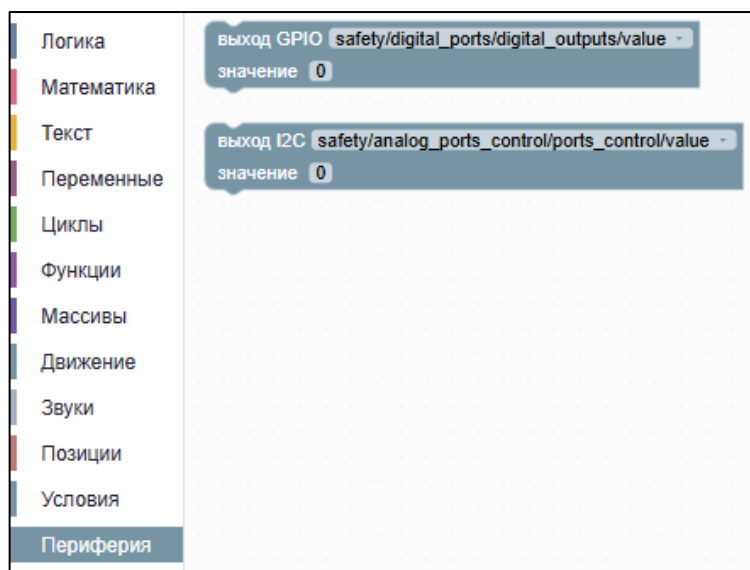

Рисунок II-24 – Раздел «Периферия»
- Раздел «Периферия» – подключение внешних устройств на выход (см. Рисунок II-24).